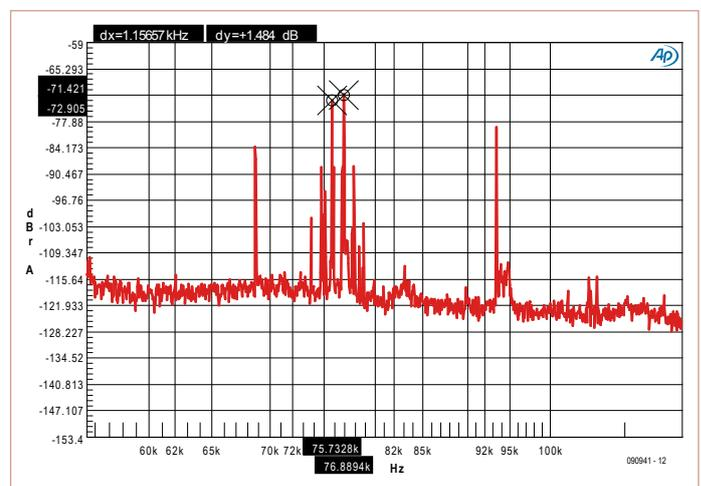

Bild 2. Ausschnittsvergrößerung von Bild 1, rund um die Schaltfrequenzen der beiden Netzteile.
**Bild 2** zeigt eine Ausschnittsvergrößerung des Spektrums. Man sieht, dass die beiden in Serie geschalteten Netzteile nicht exakt die gleiche Schaltfrequenz aufweisen. Die Quelle von zwei weiteren Peaks bei 69 und 93 kHz ist nicht eindeutig - aus den Schaltnetzteilen stammen sie aber auf alle Fälle.